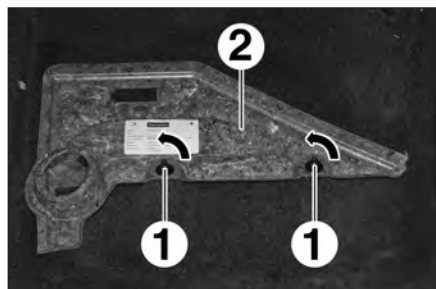

FIG.36
- Tourner les vis quart de tour (1) (Fig.36).
- Déposer la garniture inférieure droite (2).